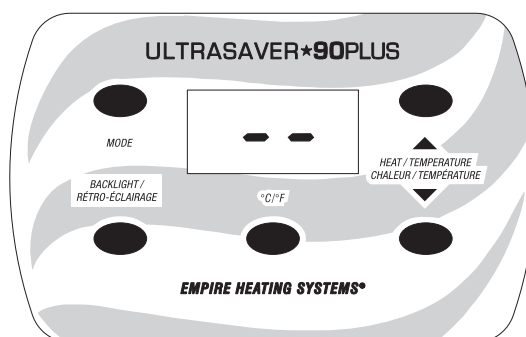

Figure 5
1. Pour lancer le mode Distant de l'appareil, appuyer une fois sur le bouton Mode Select (sélection du mode) sur le panneau de commande de l'appareil depuis le mode OFF (arrêt) pour afficher un tiret double « - - ». Voir Figure 5.